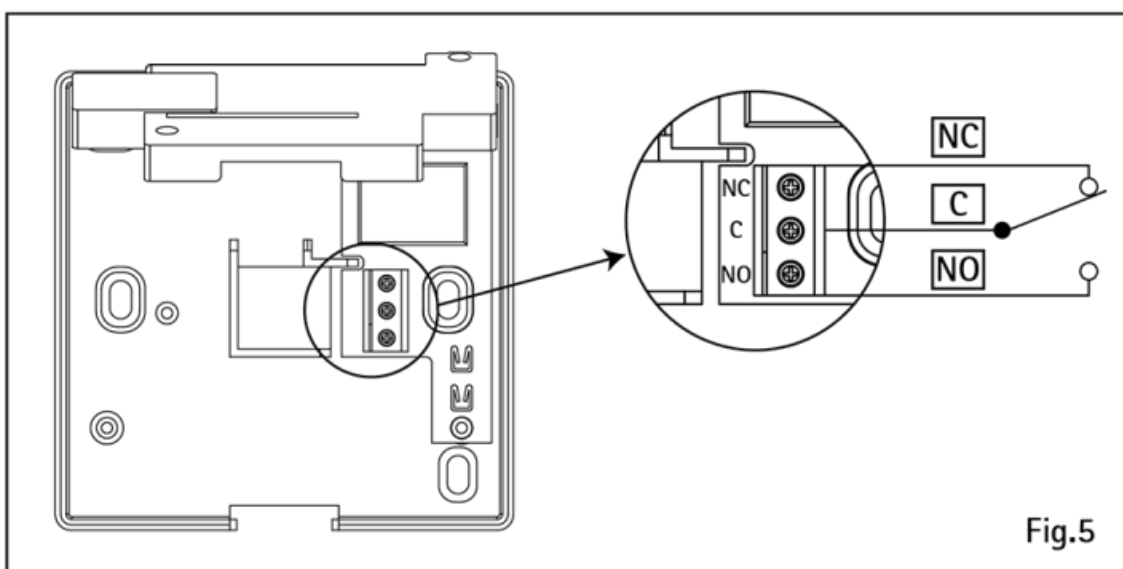

FIG.5
5. Aprire **TECHNO RT APP** e rimuovere la protezione morsetti (fig. 5).
6. Far passare i cavi nella placca di fissaggio. Collegare i fili al morsetto rispettando la posizione COM e NO. Posizionare e fissare (fig. 5).